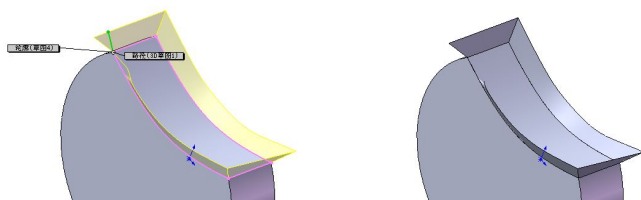

图 3-18 设置**【路径对齐类型】**为**【无】**
- **【无】**: 垂直于轮廓而对齐轮廓, 不进行纠正, 如图 3-18 所示。